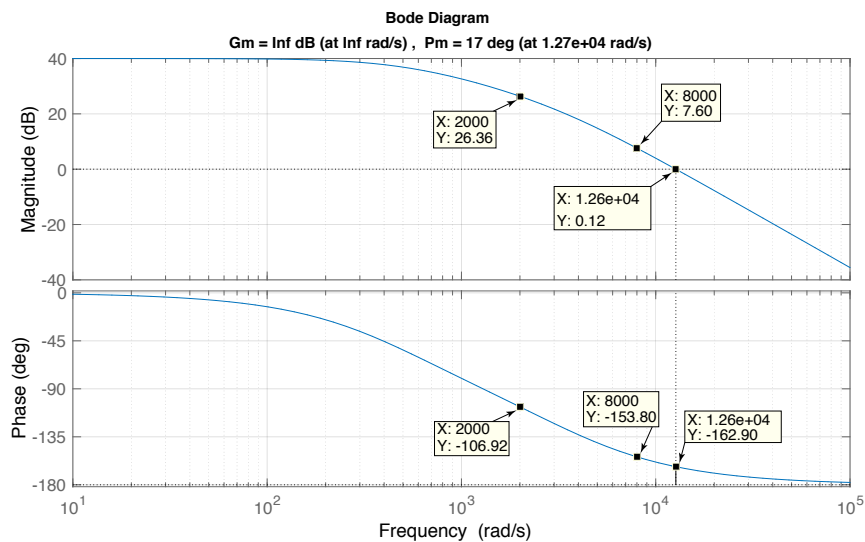

Рис. 2: Diagramme de Bode de $G(p)$.
Le diagramme de Bode de $G(p)$ est représenté sur Fig. 2
On considère un correcteur proportionnel $C(p) = C_1(p) = K_p$. En se basant sur Fig.2:
5. En se basant sur Fig.2, trouver les valeurs numériques des paramètres a et τ du correcteur. Expliquez la démarche.